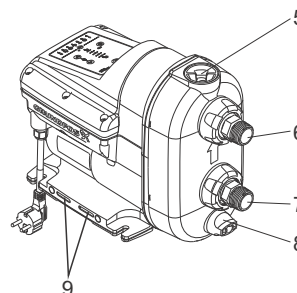

Fig. 19 SCALA-pumpe
5. Åbn spædeproppen gradvist og fjern den. Se fig. 19 (5).
6. Fjern tømmeproppen for at tømme pumpen for vand. Se fig. 19 (8).
7. Skru den omløber af som holder tilgangstilslutningen. Se fig. 19 (7). Afhængig af installationstypen, kan det være nødvendigt at fjerne rørene fra både tilgangs- og afgangstilslutningerne.
5. Åbn spædeproppen gradvist og fjern den. Se fig. 19 (5). Proppen og kontraventilen er én enhed.